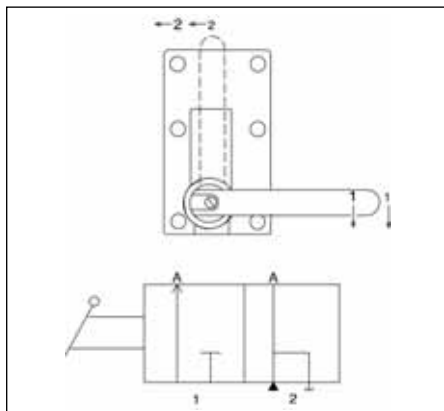

Bild 7
1. Vrid ventilhandtaget till position 1 enligt bild 7.